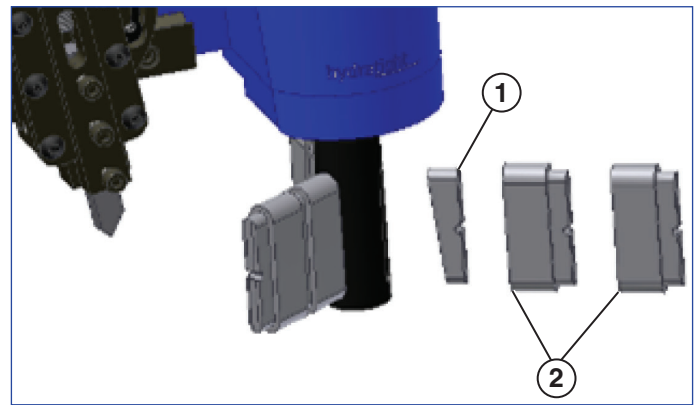

Figuur 1
De Enerpac QuickFace is een draagbaar handbediend gereedschap en ontworpen voor de oppervlaktebewerking van voorlasflenzen (RF), vlakke lasflenzen (FF) en lensringflenzen. De QuickFace weegt slechts 6,8 kg en wordt met de hand bediend. De QuickFace heeft een sledeverplaatsing van 71 mm (2,8 inch), en kan in inwendige pijpdiameters gemonteerd worden van 24,4 tot 157,7 mm (0,96 – 6,21 inch), en is bedoeld voor bewerking van flensoppervlakken met flensbuitendiameters van 24,4 tot 304,8 mm (0,96 – 12 inch). Figuur 1 toont de vrije ruimte vereist voor bediening van de QuickFace.